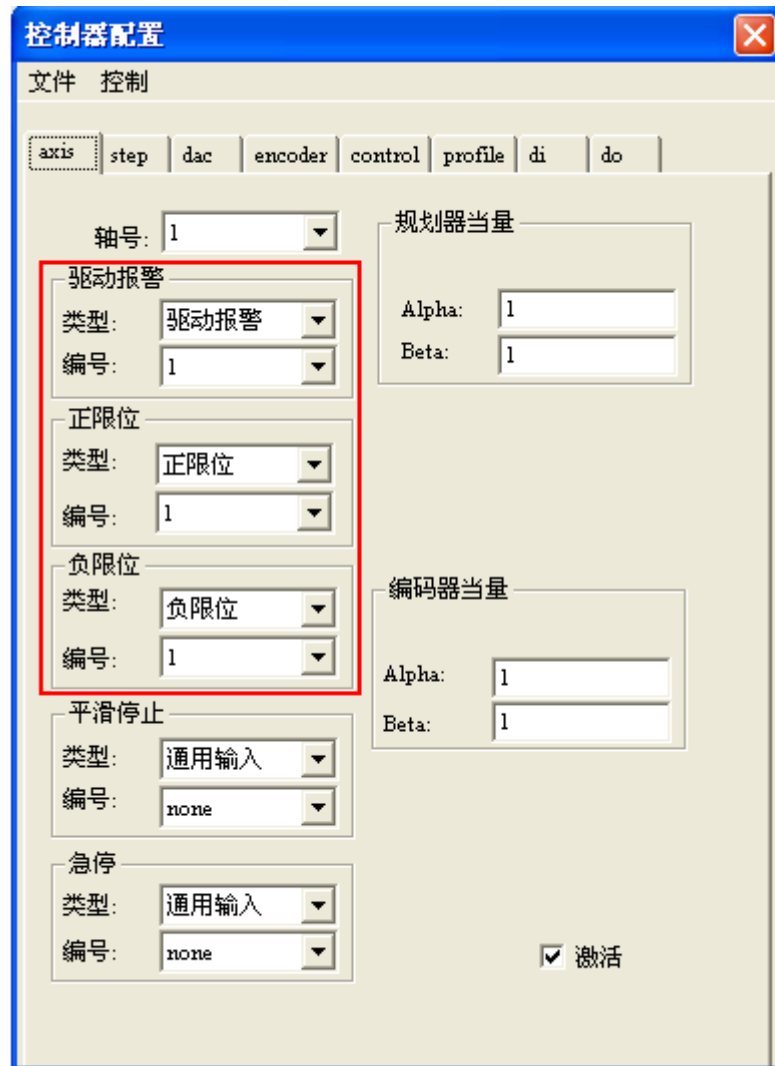
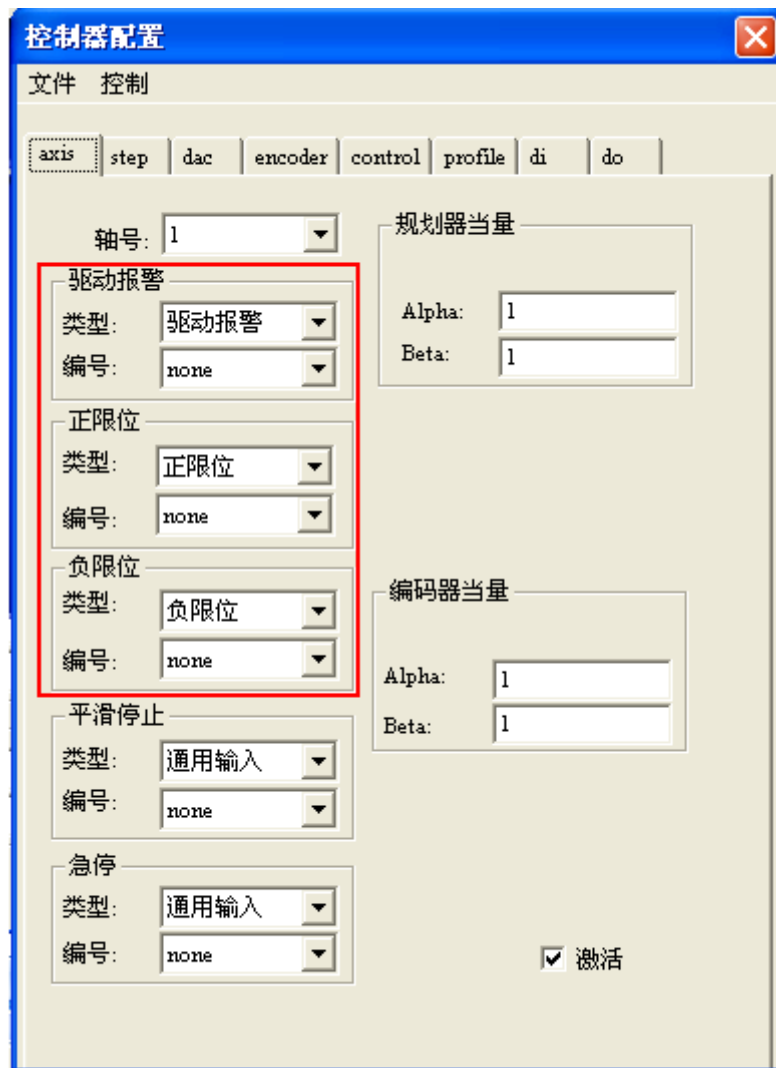

图 4-5 控制器配置模块对话框
图 4-6 无效限位以及驱动报警设置
1) 点击 MCT2008 主界面菜单“工具”-->“控制器配置”，将会弹出控制器配置模块对话框，如图 4-5 所示。
- 2) 图 4-5 控制器配置模块对话框中显示“axis”配置状态为轴 1 的驱动报警绑定在 1 号驱动报警信号上，正限位绑定在 1 号正限位信号上，负限位绑定在 1 号负限位信号上。此时，由于未接传感器，而控制器默认状态下以上信号都是触发的。因此，应将以上信号无效掉，即各编号设置为“none”，操作如图 4-6 所示：
(4) 对话框右边的一排按钮可以对轴进行一些操作。
- a) 控制器存在伺服报警，此时请按图 4-6 重新进行设置并按图 4-8 写入到控制器中。